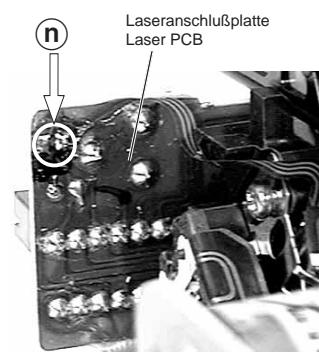

Fig. 15
Bei Ausbau der CD-Lasereinheit muß vor Abziehen der Steckverbindungen eine Schutzlötstelle ⑩ auf der Leiterplatte der Lasereinheit angebracht werden, um eine Zerstörung der Laserdiode durch statische Aufladung zu vermeiden (Fig. 15).
When removing the Laser pick-up, the pick-up PCB must be provided with a protective soldered joint ⑩ before unplugging the connectors to avoid damage to the Laser diode by static charges (Fig. 15).
Die Laserdiode ist gegen statische Aufladung beim Transport kurzgeschlossen. Nach dem Einbau und Anschluß der Lasereinheit muß die Kurzschlußstelle ⑩ (Fig. 15) auf der Laseranschlußplatte aufgelöst werden.
The laser diode is short-circuited for protection against static charges during transportation. After fitting the laser unit the soldered short circuit ⑩ (Fig. 15) on the laser connection board must be opened.